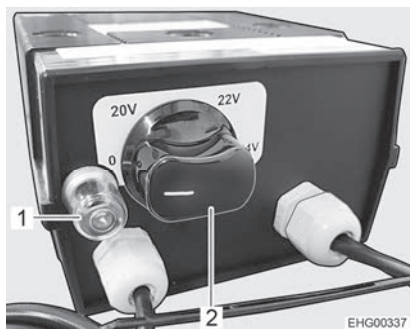

Fig. 179 Regolatore per riscaldamento elettrico del pavimento
- Ruotare il pomello girevole (Fig. 179,2) sulla potenza di riscaldamento desiderata.
- Ruotare il pomello girevole (Fig. 179,2) sulla posizione "0".
In caso di sovraccarico del regolatore, si attiva la protezione contro il surriscaldamento. Il perno (Fig. 179,1) scatta all'infuori.
- Una volta raffreddato il regolatore, premere il perno (Fig. 179,1) della protezione contro il surriscaldamento.